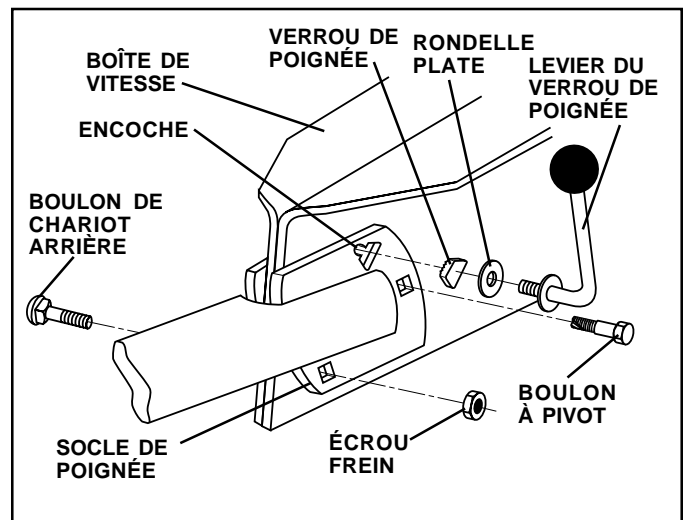

FIG. 5
- Pivotez vers en bas l'ensemble de la poignée. Insérez d'abord le boulon de chariot arrière, avec la tête du boulon sur le côté gauche de la motobineuse et montez lâchement l'écrou frein (Voyez la Fig. 5).